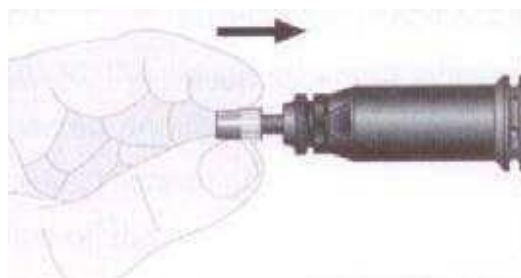

Рис.2
3. Наживите по резьбе штока резьбовую заклепку, затем, оказывая осевое давление на шток надавите на заклепку (Рис.2). Двигатель заклепочника начнет вращаться и шток вкрутится внутрь заклепки.